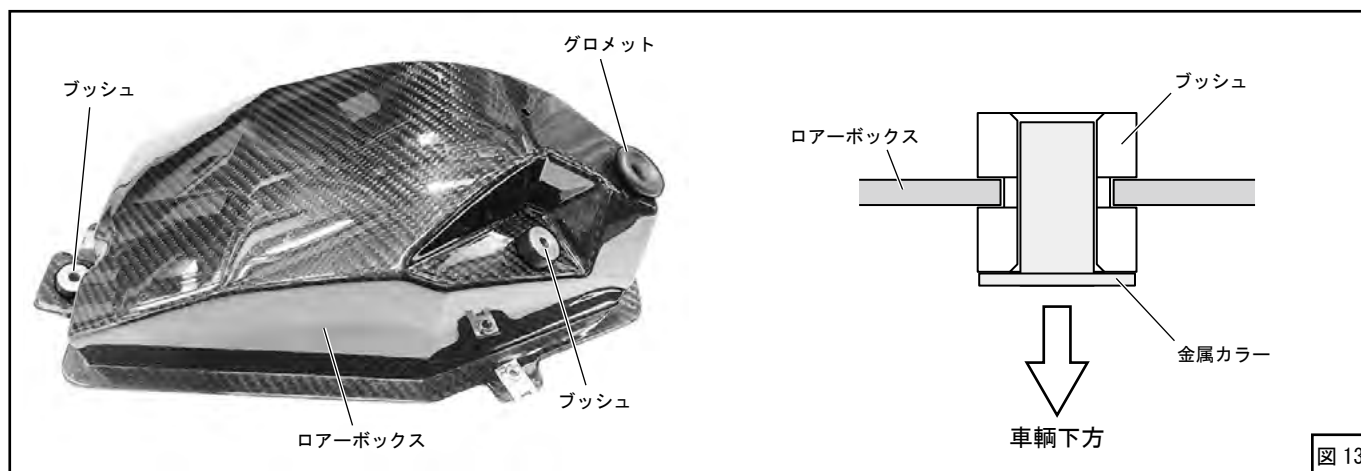

図13
- (5) 取外したグロメット、ブッシュをローボックスに取付けてください。(図13)
ブッシュの金属カラーは図13の向きに取付けてください。